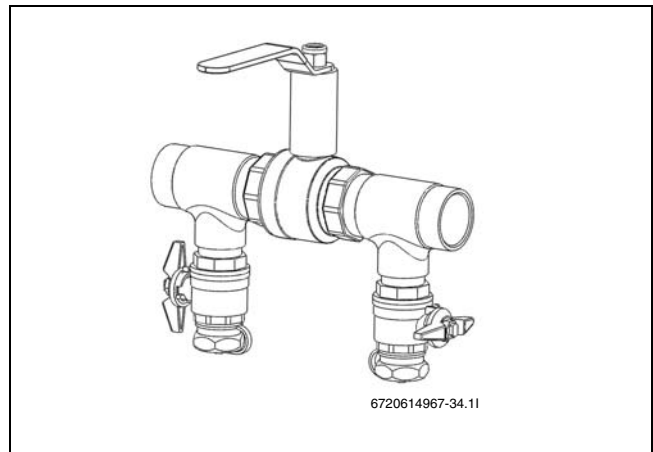

Bild 21 Befüll-einrichtung in Druckerhöhungsposition
- Nach erfolgter Entlüftung Kreis unter Druck setzen. Ventile der Befüll-einrichtung auf Druckerhöhungsposition stellen und Kreis mit 2,5 bis 3 bar unter Druck setzen (→ Bild 21).